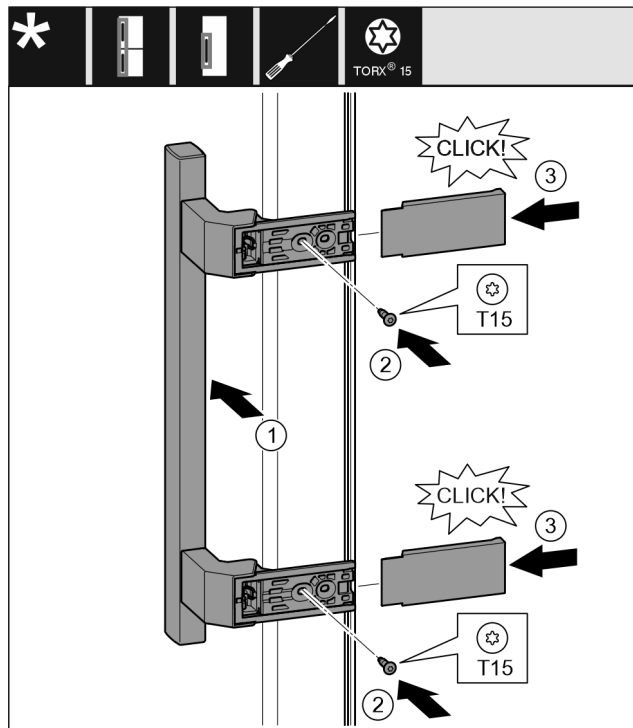

Fig. 17
- ▶ Placer la poignée du côté opposé. Fig. 17 (1)
- ▶ Serrer les vis au moyen d'un tournevis T15. Fig. 17 (2)
- ▶ Placer les recouvrements latéralement et les faire glisser. Fig. 17 (3)